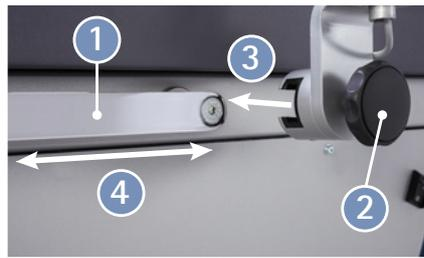

Abbildung 4 – 7: Anbauteile montieren
- Die Sicherungsschrauben (siehe Abbildung 4 – 5) an den Enden der Normschiene mit einem Inbus-Schlüssel (M5x10, 8.8) eindrehen.